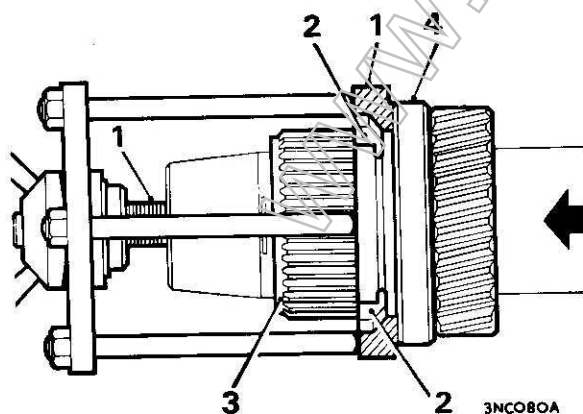

Fig. A.27
4. Avvitare a fondo il bullone centrale dell'attrezzo 18G 1068B nell'albero a gomiti, Fig. A.27
6. Far passare il corpo dell'attrezzo 18G 1068B sul bullone centrale sin quando la scanalatura esistente sull'ingranaggio risulta visibile all'interno del corpo stesso. Fig. A.27
7. Introdurre i piedini dell'attrezzo nella scanalatura dell'ingranaggio. Fig. A.27.
8. Ruotare la vite ad alette in senso antiorario ed estrarre l'ingranaggio ed il paraolio dall'alloggiamento. Fig. A.27